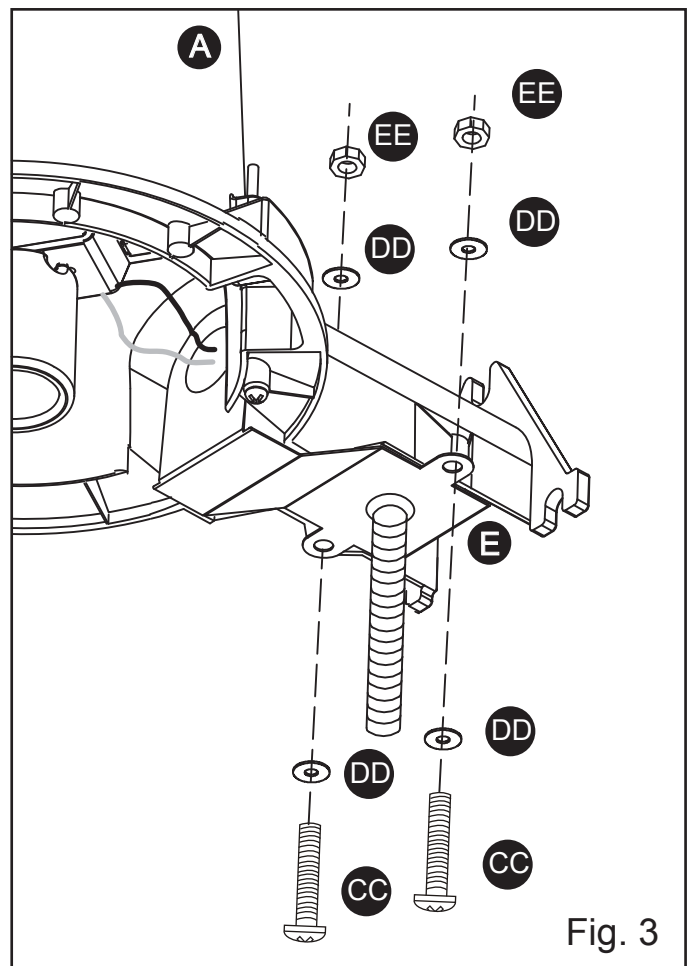

Fig. 3
Instale (E). Fije con los tornillos (CC), arandelas (DD) y tuercas (EE) (consulte la Fig. 3).